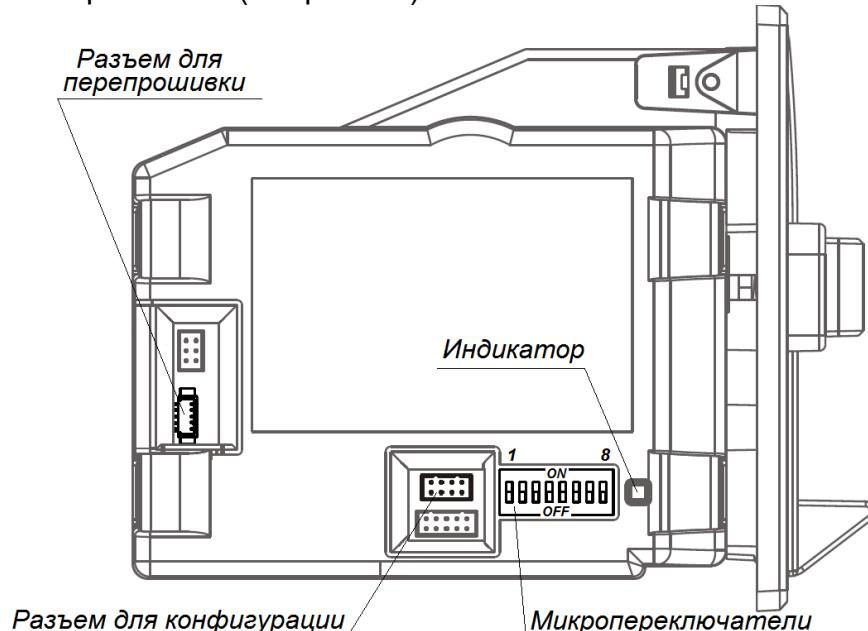

Рисунок 31. Расположение разъемов
- Подключите монетоприемник к COM-порту ПК при помощи кабеля ***WEL-R7U06*** (имеется в комплекте поставки), разъем для подключения расположен на боковой панели монетоприемника (см. рис. 31).
- Подайте питание на монетоприемник (контакты 1 и 2 клеммной колодки ***XTU4***, см. рис. 20). Загорится индикатор (показан на рис. 31).
9. Проверьте положение микропереключателей на боковой крышке монетоприемника (см. рис. 31):